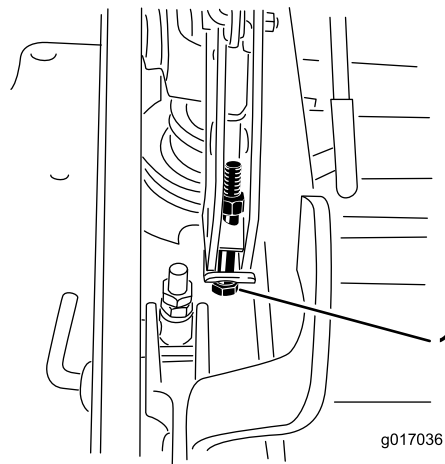

Figura 80
13. Se il piatto è troppo basso, serrate il bullone di regolazione da un punto unico ruotandolo in senso orario. Se il piatto è troppo alto, allentate il bullone di regolazione da un punto unico ruotandolo in senso antiorario (Figura 80).